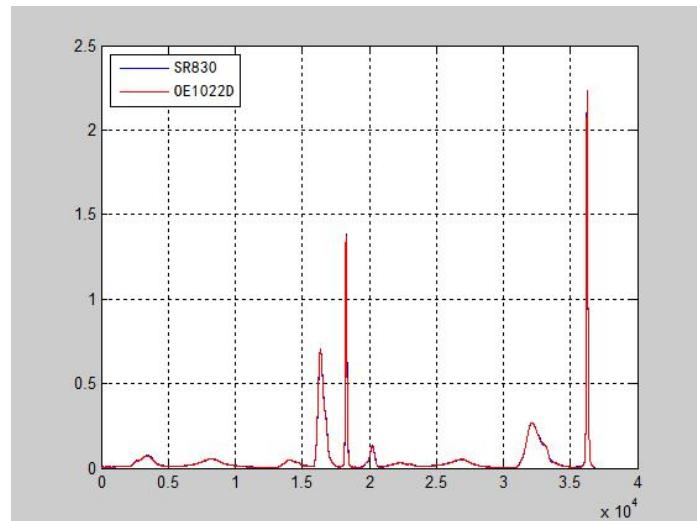

图 104. 两台锁放测得的光谱曲线对照图
5. 将 OE1022D 替换为 SR830，在相同的参数设置下进行同样的光谱测量实验，得到的光谱曲线对照图 104 如下：